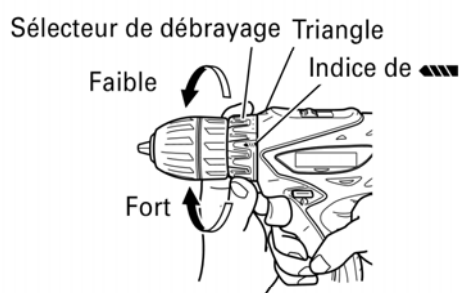

Fig. 9
6. Vérification de la position du sélecteur de débrayage (Voir Fig. 9).
(2) Indication du couple de serrage (Voir la Fig. 9)
(3) Réglage du couple de serrage (Voir Fig. 9)